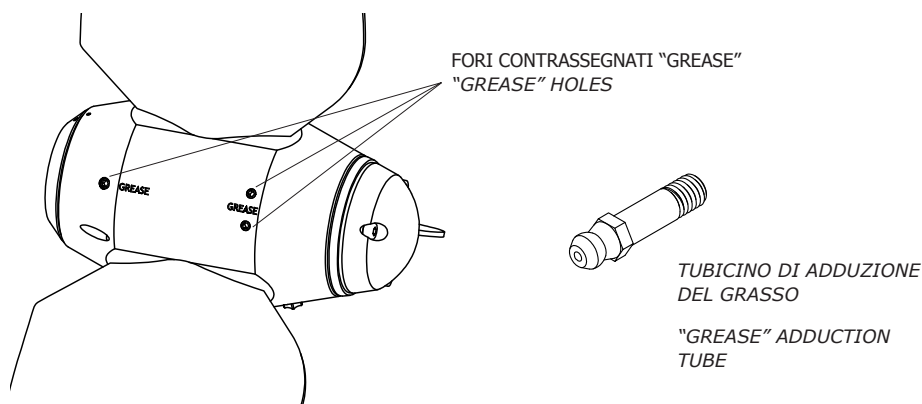

fig. 2
- d. Riempire completamente di grasso fluido il corpo dell'elica attraverso gli appositi fori contrassegnati "grease" (vedi fig. 2). Iniziare l'operazione partendo da un primo foro scelto a piacere e procedere per ogni altro foro nel seguente modo: